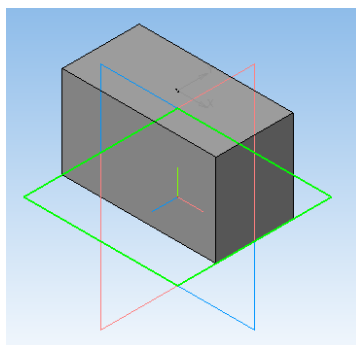

Рисунок 13.6 – Выдавливание прямоугольника
7. На панели редактирования выберите команду Операция выдавливания. Укажите Расстояние 30 мм. Нажмите Создать (рисунок 13.6).